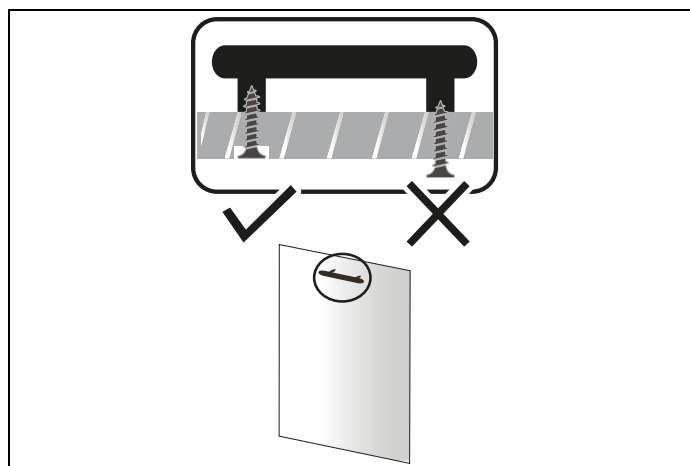

Fig. 28
- 5) Avant de monter la porte en bois sur le lave-vaisselle, installez la poignée sur la porte en bois comme illustré dans la Fig. 28 .